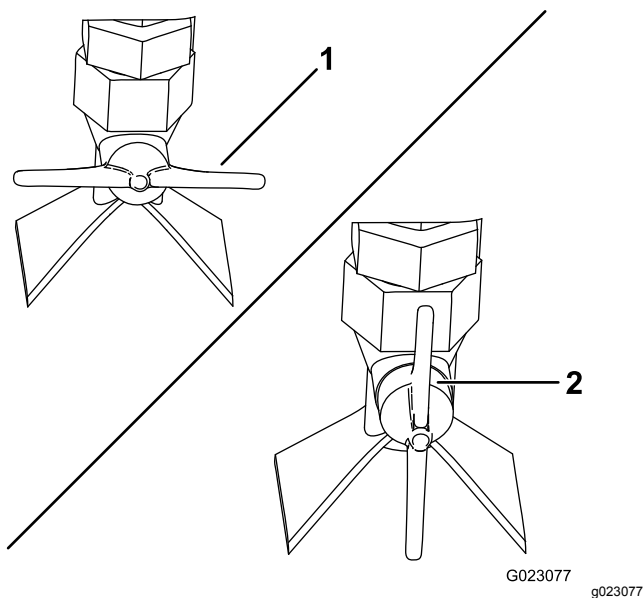

Рисунок 63
- Для получения струи в виде веера поверните клапан распылителя сбоку на сопле в горизонтальное положение (Рисунок 63).
- Для получения струи в виде потока поверните клапан распылителя сбоку на сопле в вертикальное положение (Рисунок 63).